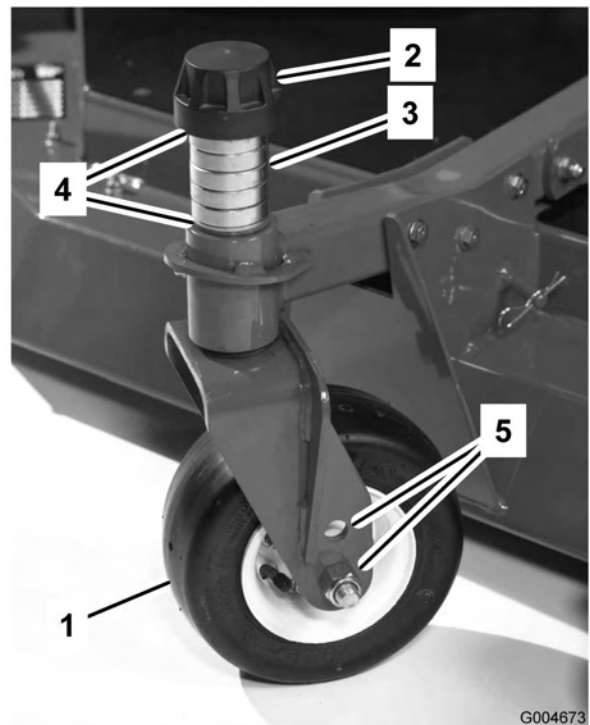

Figure 78
1. Enlevez le chapeau de tension de l'axe de pivot et sortez l'axe du bras pivotant (Figure 78). Repositionnez les cales pour élever ou abaisser la roue pivotante, selon les besoins, et obtenir la bonne inclinaison.